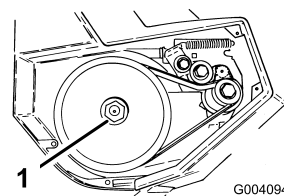

Figure 15
3. Bloquez l'écrou hexagonal avec une clé de 7/8 pouce pendant que vous dévissez l'arbre de la fraise (Figure 15).